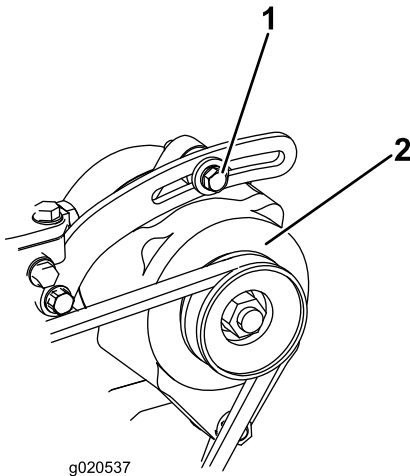

Bild 75
2. Lockern Sie bei einer Durchbiegung von mehr oder weniger als 10 mm die Befestigungsschrauben der Lichtmaschine (Bild 75). Erhöhen oder reduzieren Sie die Spannung des Lichtmaschinen-Treibriemens und ziehen Sie die Schrauben wieder fest. Prüfen Sie die Riemenspannung noch einmal auf korrekte Einstellung.